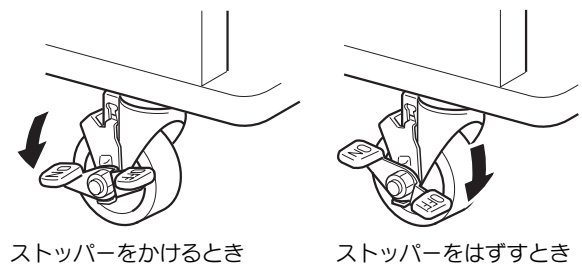

図3 ストッパーのつかい方
- PS-R40はかならず平坦なところに設置してください。また、設置時にはかならずストッパーをかけてください。(図3参照)
- ラックを移動するときは、かならずストッパーを解除してください。ストッパーがかかったまま無理に動かすとキャスターの車輪を傷つけたり、つまづきによる転倒の原因となります。(図3参照)